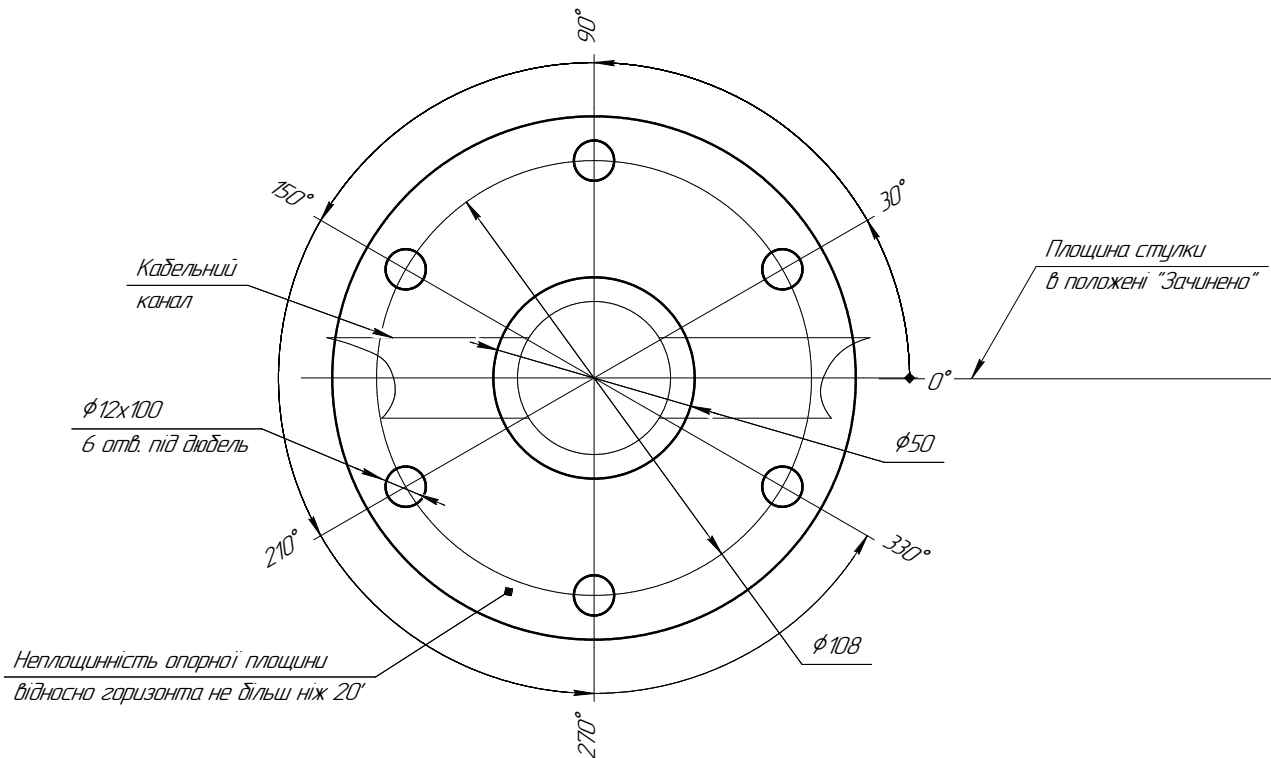

Рис. 3.
2) Підготувати в підлозі шість отворів під кріпильні елементи, а також канал для прокладки кабелів. Розмітку отворів слід виконувати «за місцем»: встановити опору електроприводу в передбачуваному місці монтажу, розгорнути так, щоб відмітка «0» на опорі збігалася з передбачуваним вихідним становищем стулки (положення «Зачинено») і розмітити за отворами в нижньому фланці опори. При відсутності відмітки «0» на опорі розмітку виконати відповідно до рис. 3;